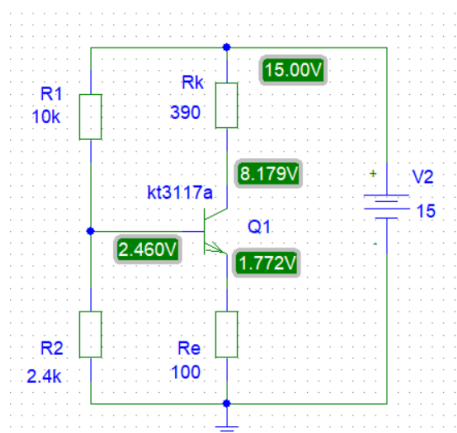

Рис. 2. Расчет потенциалов для каскада с ОЭ
- Определить потенциалы на базе, коллекторе и эмиттере транзистора, нажав на пиктограмму  (см. рис. 2). Рассчитать напряжения $U_{бэ}$ и $U_{кэ}$. Для $p-n-p$ транзистора значения напряжений должны получиться отрицательными.